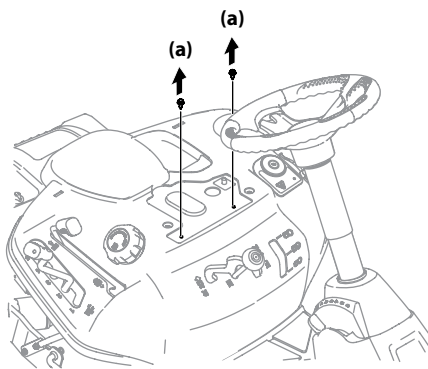

Figura 2-6
- Extraiga los dos tornillos autorroscantes (a) instalados en fábrica en el tractor cortacésped. Consulte la Figura 2-6.